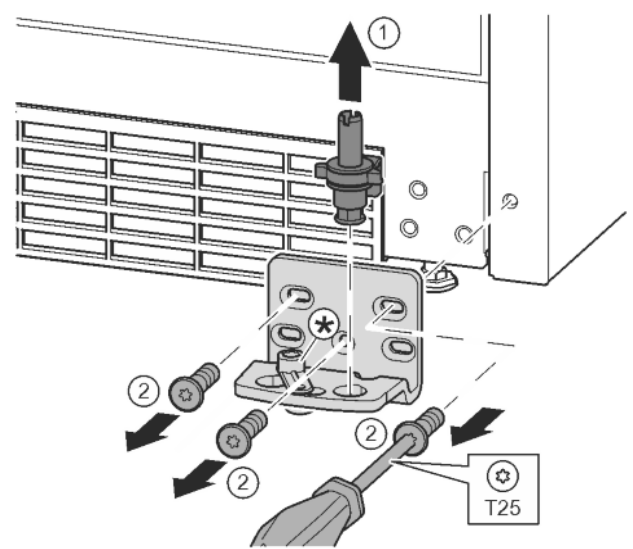

Fig. 12
- ▶ Kompletną płytkę zawiasu wyjąć w górę. Fig. 12 (1)
- ▶ Śruby wykręcić przy pomocy śrubokręta T25 i zdjąć płytkę zawiasu. Fig. 12 (2)